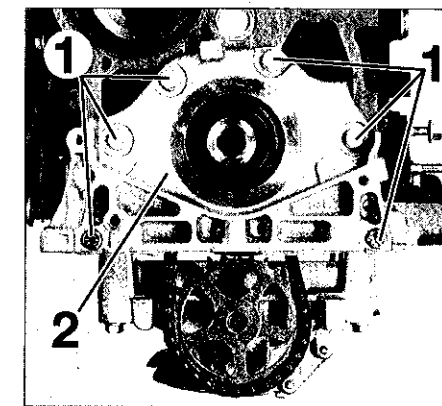
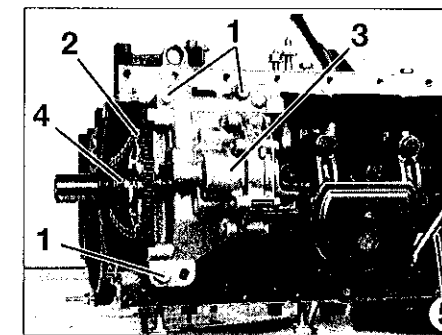

FIG.21
FIG.22
- les vis (1) du carter de fermeture (2) côté pompe à huile (Fig.21).
- le carter (2) de fermeture côté pompe à huile.
- la vis (5) de la jauge à huile sur la crépine (Fig.22).
- les trois vis (1) de fixation de la pompe à huile.
- la pompe à huile (3) en même temps que la chaîne (2) et la poulie (4).